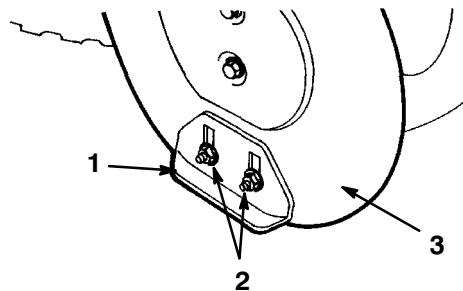

Figure 24
4. Desserrez les 4 boulons à embase qui fixent les deux patins sur les côtés du carter de tarière (Fig. 24) jusqu'à ce que les patins puissent coulisser aisément vers le haut et vers le bas.
9. Serrez les 4 écrous à embase qui fixent les deux patins sur les côtés du carter de tarière (Fig. 24).